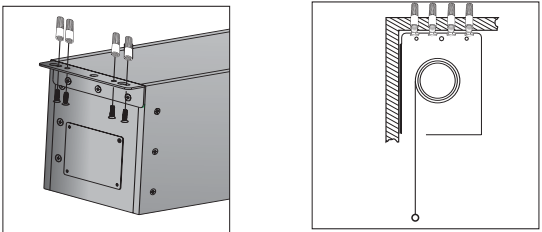

图 2
2. 测量安装板的孔距，按（图2）所示用八颗 M10 的膨胀螺丝紧固在钢筋混凝土结构的天花板上。